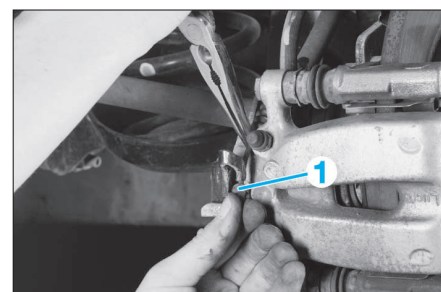

FIG. 8
- Extraire le câble de frein de stationnement (1) de son logement à l'aide d'une pince (Fig.8).
- Extraire le câble du frein de stationnement de l'étrier (Fig.8).